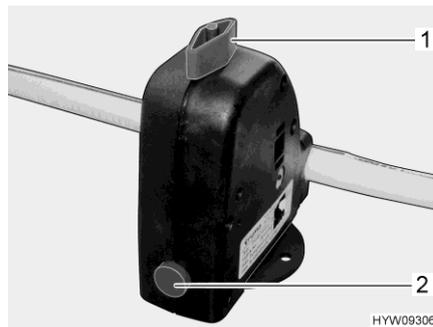

Bild 120 Sicherheits-/Ablassventil (Boiler)
Der Boiler ist mit einem Sicherheits-/Ablassventil (Bild 120) ausgestattet. Das Sicherheits-/Ablassventil verhindert, dass das Wasser im Boiler einfriert, wenn bei Frost die Heizung nicht eingeschaltet ist.
- Sicherheits-/Ablassventil schließen. Dazu den Drehknopf (Bild 120,1) quer zum Sicherheits-/Ablassventil drehen und den Druckknopf (Bild 120,2) hineindrücken.
- Sicherheits-/Ablassventil öffnen. Dazu den Drehknopf (Bild 120,1) längs zum Sicherheits-/Ablassventil drehen. Der Druckknopf (Bild 120,2) springt heraus. Der Boiler wird über das Sicherheits-/Ablassventil nach außen entleert.